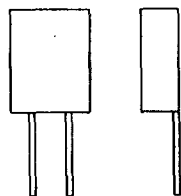

图 1-1-4
(6) 玻璃釉电阻。这种电阻是用稳定性好、可靠性高的钉系等金属玻璃釉电阻浆料，通过印刷方法成膜，在高温下烧结而成，也有棒状和片状之分，如图 1-1-4 所示。其中棒